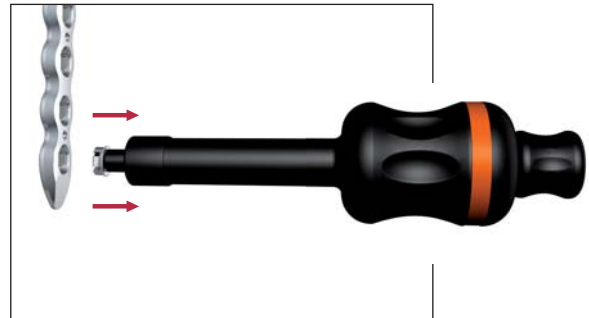

Fig. 16A
A continuación, girar el mango/boquilla exterior (B) en el sentido de las agujas del reloj hasta que extraiga la Pieza de Bloqueo de la placa (Fig. 16A).